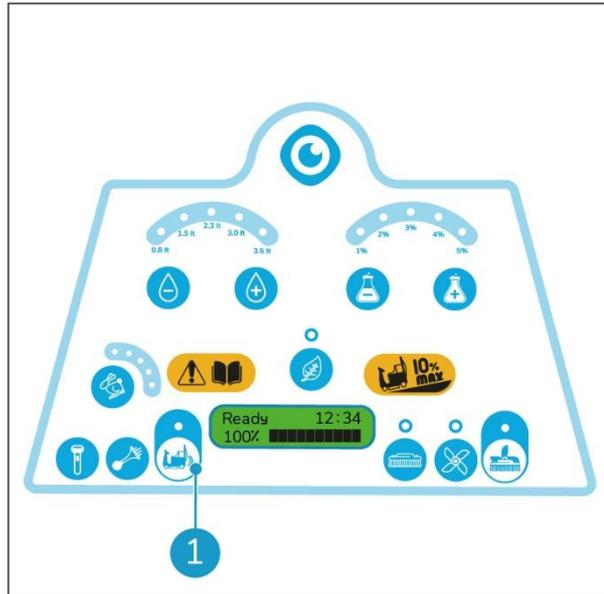

Abbildung 24
2. Drücken Sie die Taste (Abbildung 24, Pos. 1), um den Rückwärtsfahrmodus zu aktivieren.